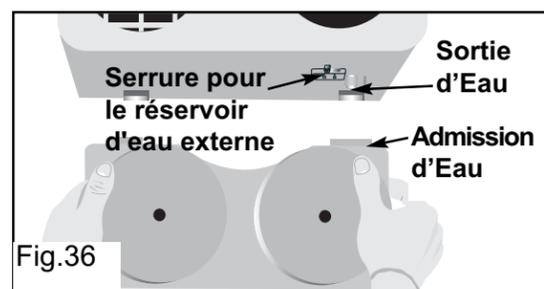

Fig.36
2. Placer le réservoir d'eau externe et assurez-vous que l'admission sur le réservoir d'eau est alignée avec la sortie de l'eau à l'arrière du cabinet. Voir la fig. 36.